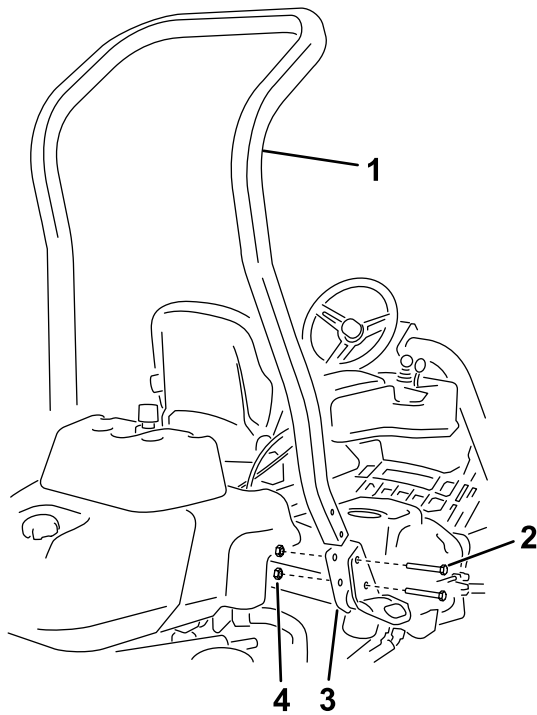

图3
3. 如 图3 所示，用 4 个螺栓 (1/2 x 3/4 英寸) 和 4 个凸缘螺母 (1/2 英寸)，将翻车保护杆安装到机器两侧的 ROPS 支架上。